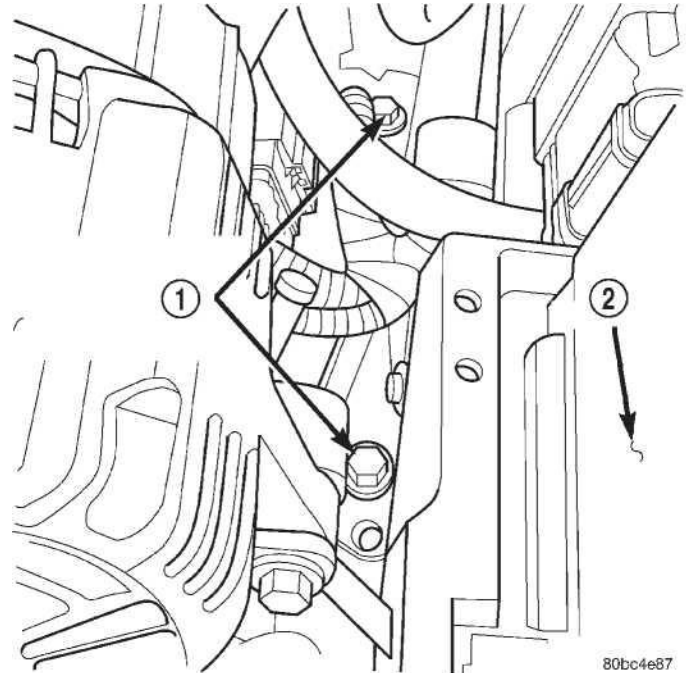

Рис. 22 Болты пластины подоконника опоры двигателя - Leftside
(5) Установите два двигателя на передаче bellhousing стопорные болты. Один на каждой стороне bellhousing.
(6) Удостоверьтесь, что болтовые отверстия пластины подоконника опоры двигателя выровнены с там соответствующими сварными гайками в рельсах рамы.
(7) Демонтируйте подъемное устройство двигателя.
(8) Удалите домкрат из передачи.
(9) Установите leftside стопорные болты пластины подоконника опоры двигателя (Рис. 22). Отпуск соединяется болтом свободный в это время.